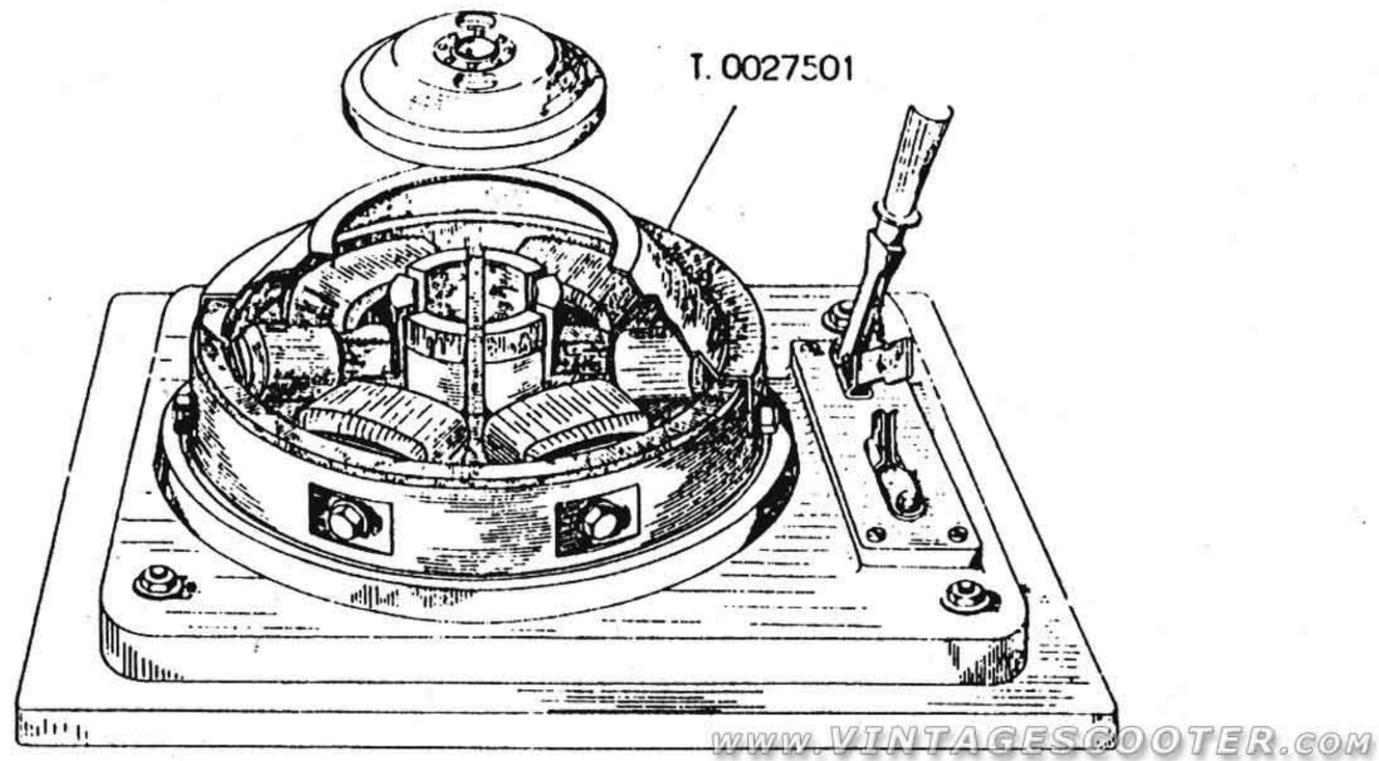

Fig. 26
2. - Monter le rotor sur le magnétiseur dessin T.0027501 (fig. 26) de façon que la trace pour clavette, sur la came, soit tournée vers le pôle **Sud** (facile à repérer avec une boussole à l'intérieur du rotor) et que les noyaux de l'appareil se combinent avec les surfaces des noyaux du volant.